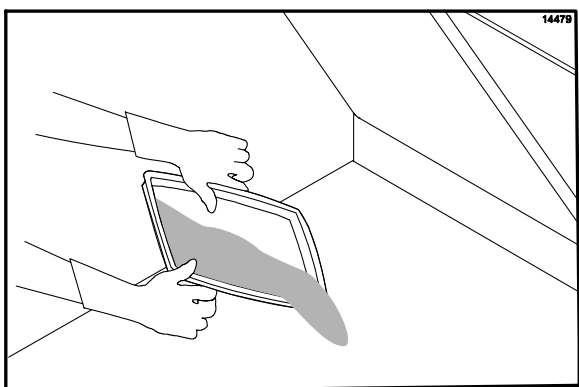

Рисунок 53
36. Налейте остаток моющего высокотемпературного раствора для гриля "Макдональдс" (HTGC) на нижнюю плиту гриля. (См. рис. 53)